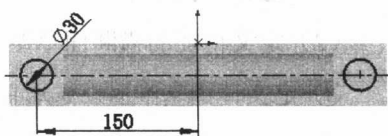

图 1.11 横断面草图
② 定义横断面草图。在草绘环境中绘制图 1.11 所示的横断面草图。
③ 选择下拉菜单 **插入(I)** →  **退出草图** 命令，退出草绘环境。
(3) 定义拉伸深度属性。
① 定义深度方向。采用系统默认的深度方向。
② 定义深度类型和深度值。在“拉伸”窗口 **方向 1** 区域的下拉列表中选择 **给定深度** 选项，输入深度值 15.0。
(4) 单击  按钮，完成拉伸 3 的创建。